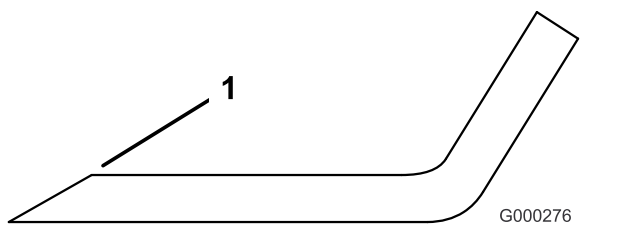

Figura 27
- Esaminate l'affilatura di tutte le lame e affilate se risultano smussate o scheggiate (Figura 27).
Nota: Affilate soltanto la parte superiore del tagliente e mantenete l'angolo di taglio originale per garantire l'affilatura (Figura 27). La lama resta bilanciata soltanto se viene rimossa una quantità uguale di metallo da entrambi i taglienti.